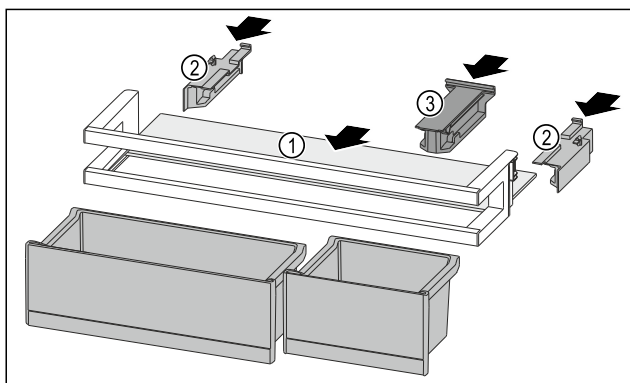

Fig. 135
- Wsunąć półkę Fig. 135 (1) w boczne wycięcia.
- Włożyć elementy boczne Fig. 135 (2).
- Włożyć element trzymający Fig. 135 (3).